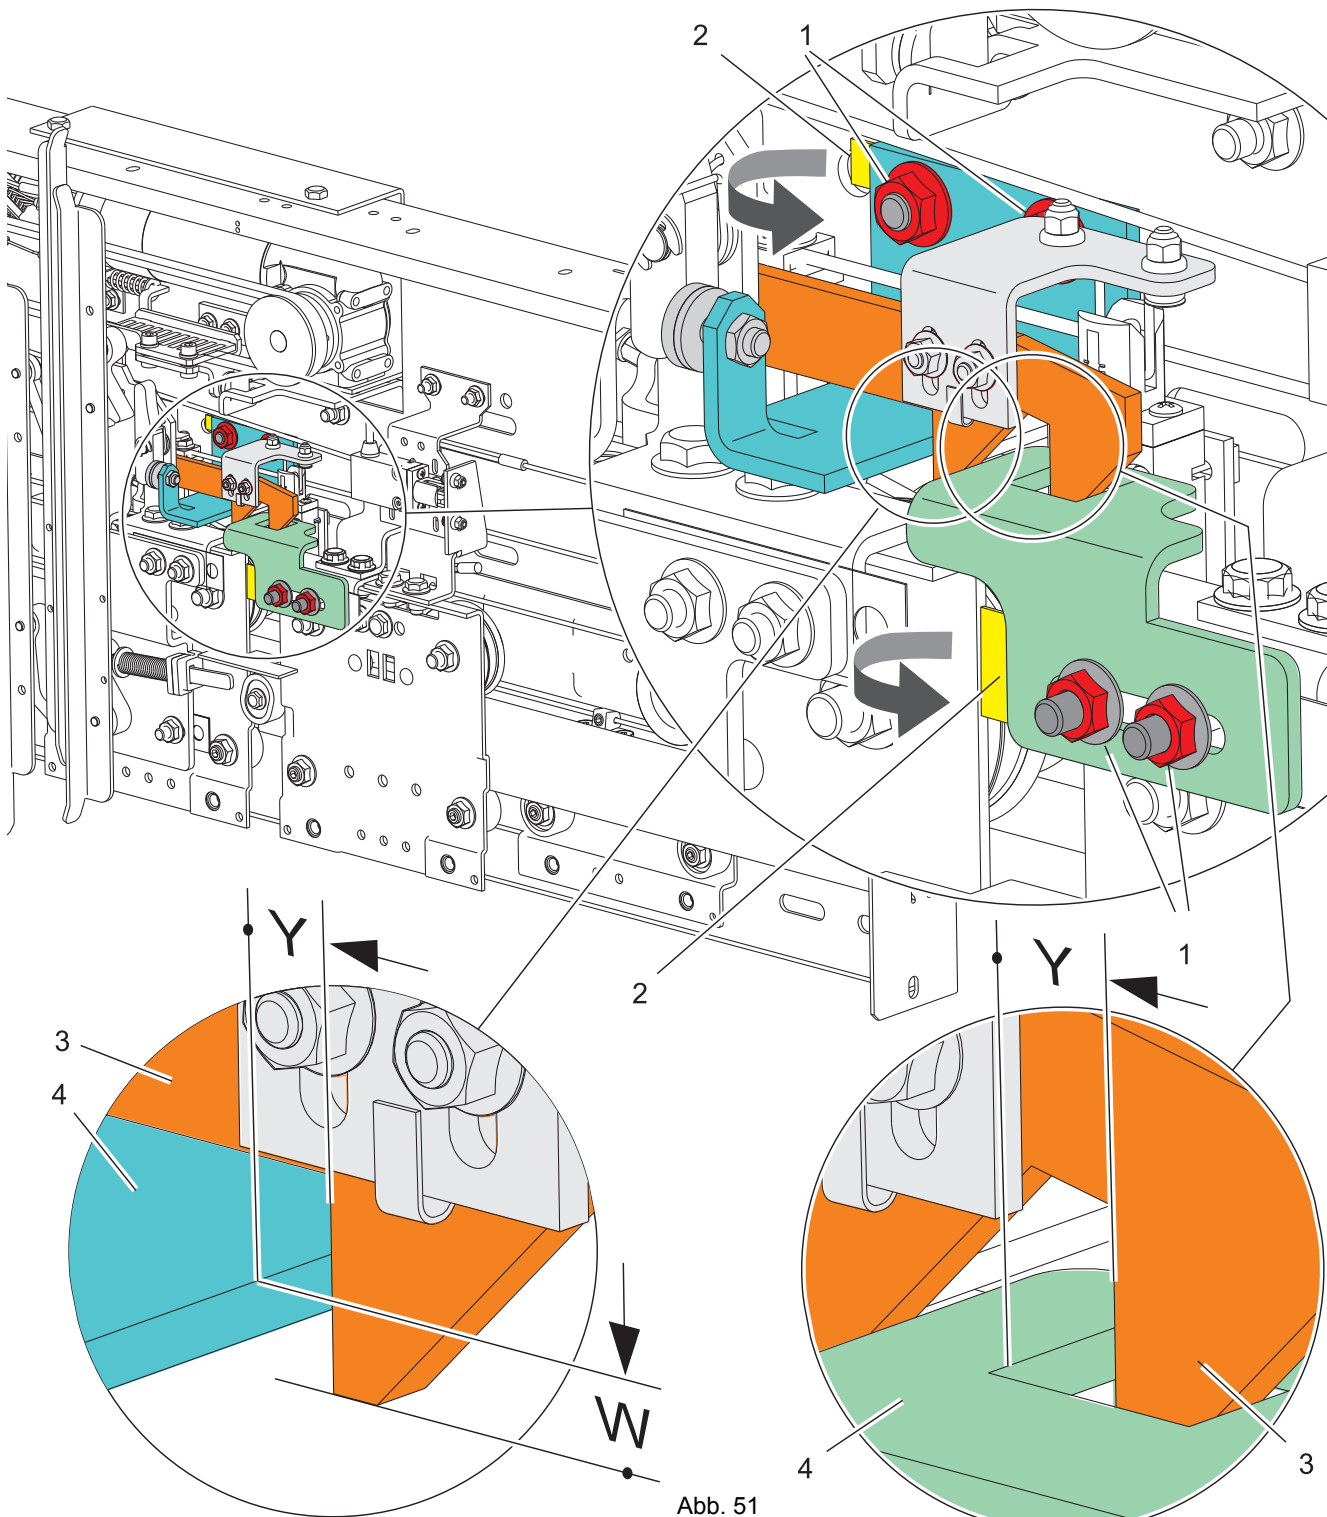

Abb. 51
- Verfahren wie bei Abb. 51 beschrieben